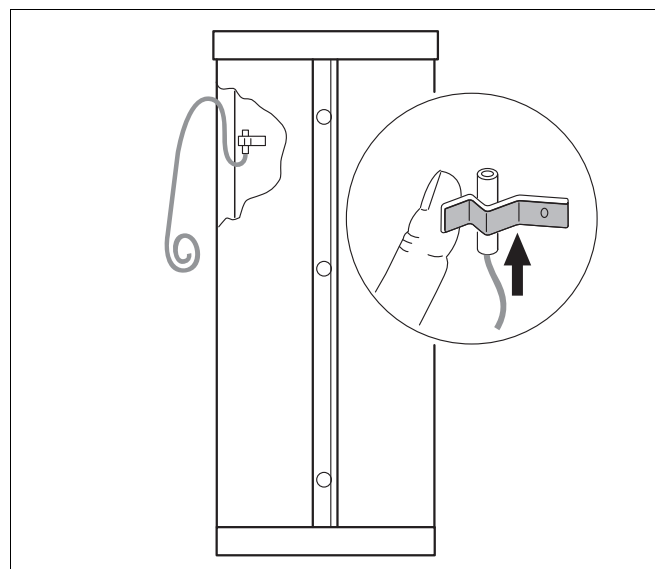

Рис. 8 Установка датчика (схематичное изображение)
- ▶ Установите датчик в пружинный держатель так, чтобы вся его контактная поверхность плотно прилегала к наружной стороне корпуса бака (рис. 8).